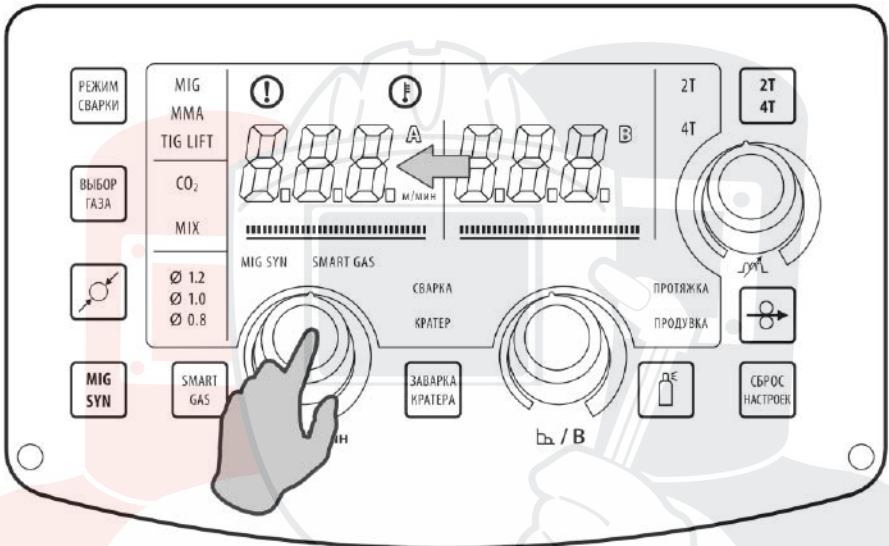

Рис. 12.1.2 Установка силы тока.
5. Установите необходимое значение силы тока (см. рис. 12.1.2) регулятором тока (см. рис. 7.0.1, п. 7). Сила тока выбирается в зависимости от толщины свариваемого металла и диаметра неплавящегося электрода (см. табл. 13.10.3).